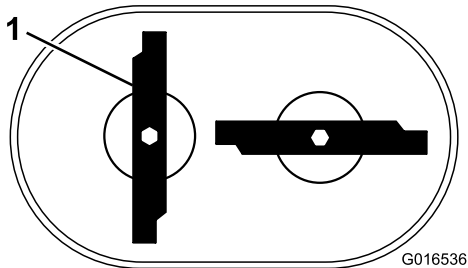

Figura 47
**Nota:** Las cuchillas deben estar perpendiculares entre sí, formando una "T" invertida, según se muestra en Figura 47.